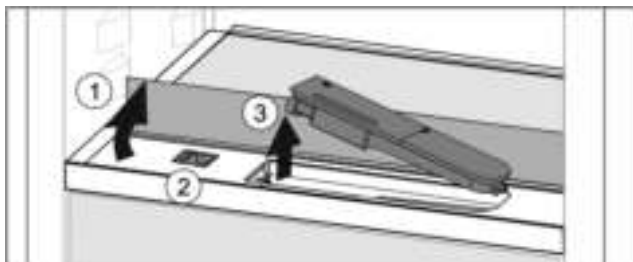

Fig. 36
- ▶ Glasplaat heffen en tot de aanslag naar achter klappen Fig. 36 (1).
- ▶ Schuif Fig. 36 (2) naar links schuiven.
- ▶ Waterreservoir eruit halen Fig. 36 (3).